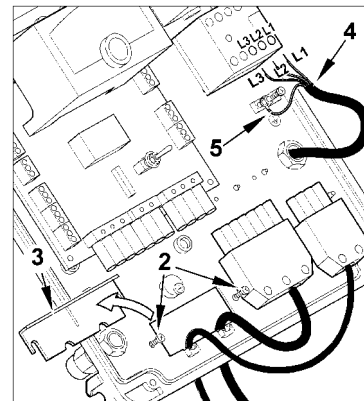

Figure 2
2) Desserrer les vis (2) et, après avoir enlevé la plaquette de serrage des câbles (3), faire passer à travers l'orifice les deux fiches à 7 et à 4 pôles (voir figure 2). Relier les câbles d'alimentation (4) au télerupteur, fixer le câble de terre (5) et serrer le serre-câble correspondant.